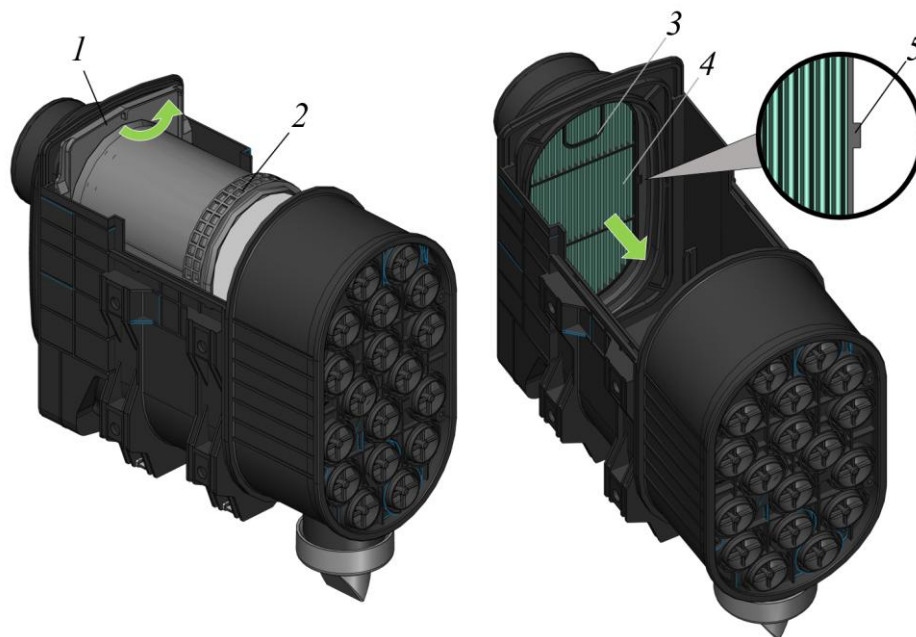

Рисунок 5.75. Демонтаж фильтров
- Извлечь основной фильтр 2, рис. 5.75. Для извлечения фильтра из корпуса необходимо потянуть за выступ фильтра 1 в направлении стрелки вперед, а затем вверх.
- Не удаляя из корпуса дополнительный фильтр 4, очистить от загрязнений внутренние поверхности корпуса фильтра чистой тканью (для более эффективной очистки дополнительно использовать пылесос), рис. 5.75.
- Извлечь из корпуса дополнительный фильтр 4, используя ручку 3, рис. 5.75
- Установить дополнительный фильтр 4 в корпус, см. рис. 5.75. Ориентация дополнительного фильтра в корпусе осуществляется за счет выступов с двух сторон, поз. 5.